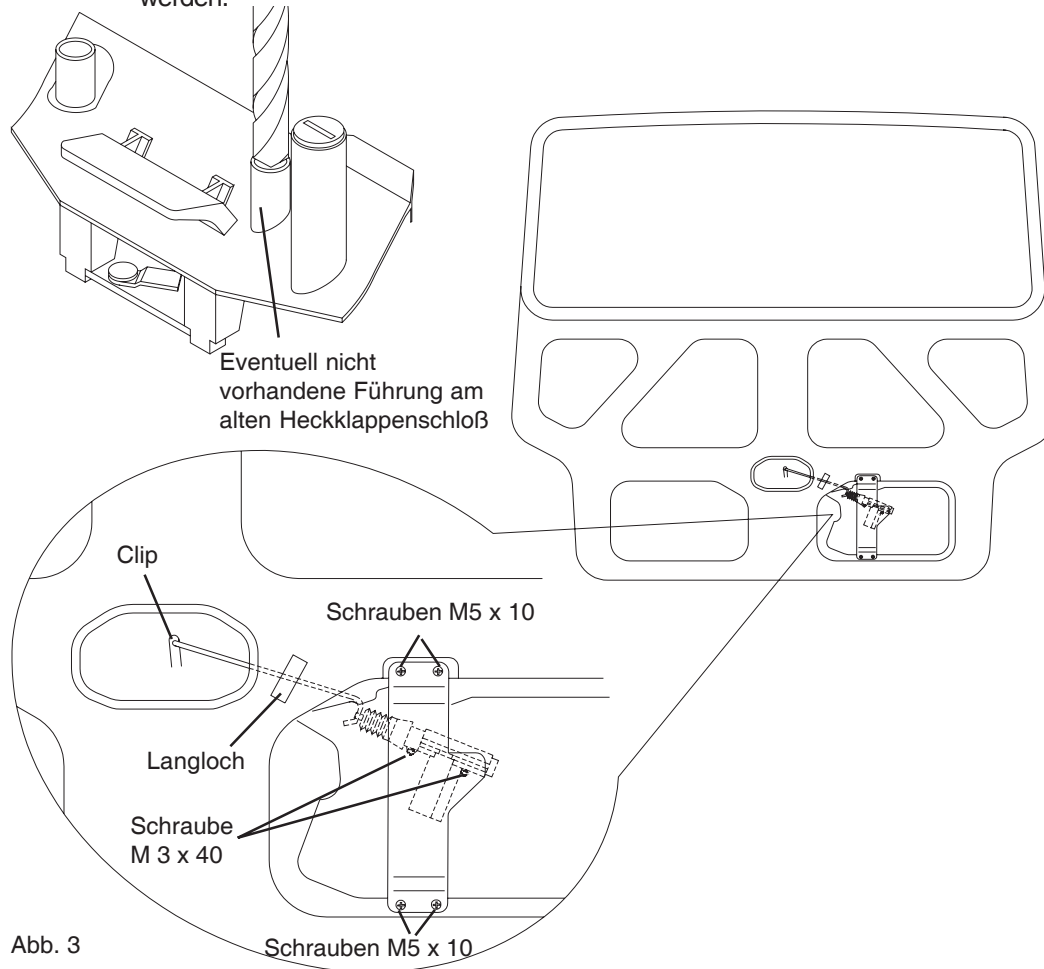

Abb. 3
- Montageplatte einsetzen (siehe Abb.3) und in der Heckklappe (Originalbohrungen) befestigen.
- Stellmotor auf der Montageplatte (siehe Abb. 3) befestigen.